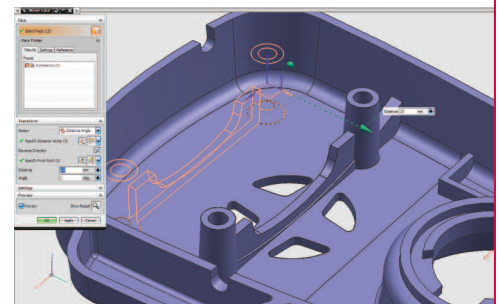

Abbildung 4: Dynamisches Ziehen der Geometrie an die neue Position.
3. Ziehen Sie die ausgewählte Geometrie mit der Maus dynamisch an die gewünschte Position inklusive Vorschau (Abbildung 4).